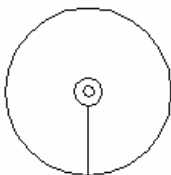

图 9.3 绘制直线
(2) 用 LINE 命令绘制如图 9.3 所示的直线作为一根车条。